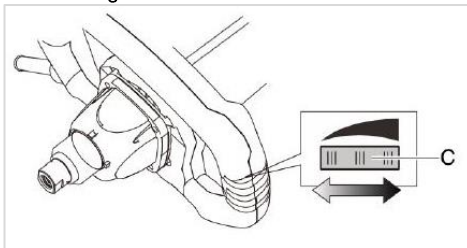

Abbildung 3
- Feststellen des Schalters für längeren Gebrauch (Abbildung 3). **Achtung! Halten Sie das Elektrowerkzeug zu jeder Zeit mit beiden Händen fest in der Hand. Sollte das**